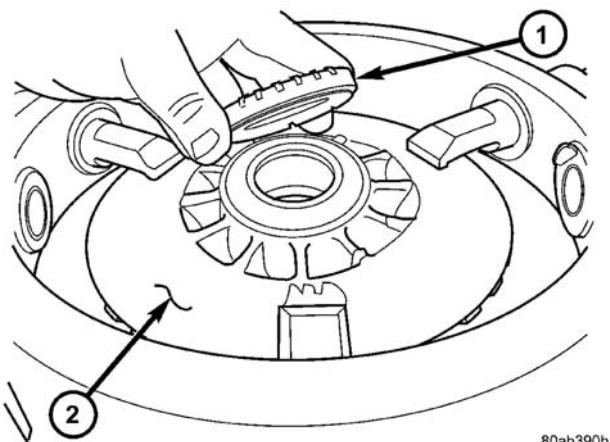

图 48 枢轴轴承的安装
(5) 若已将枢轴轴承从上座卸下, 在上弹簧座 (图 48) 的顶部安装枢轴轴承。在上座安装轴承时, 必须让枢轴轴承的小直径侧朝向弹簧座。安装后, 枢轴轴承一定要平坐在弹簧座上。